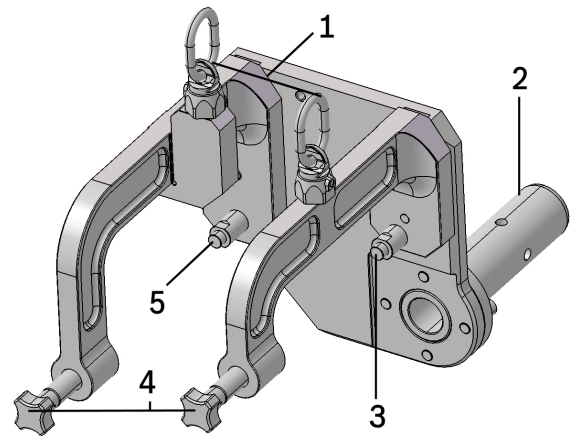

图 1: 变速箱支架 T40344
3. 从变速箱支架上卸下螺栓 (3) 并将其存放在安全的位置（参见图 1）。